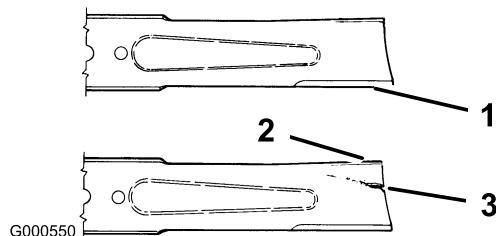

Figura 35
2. Controllate i taglienti (Figura 35). Se i taglienti non sono affilati o presentano intaccature, togliete la lama ed affilatela; vedere Afilatura della lama.
3. Controllate la lama, in particolare l'area curva (Figura 35). In caso di danni, usura o scanalature nell'area (Figura 35), montate immediatamente una nuova lama.